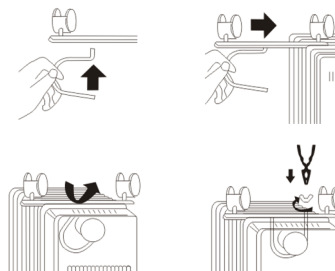

рис. 1
- 6.3. Вставить скобы в прорезь первой и последней секции, как показано на рис. 1.